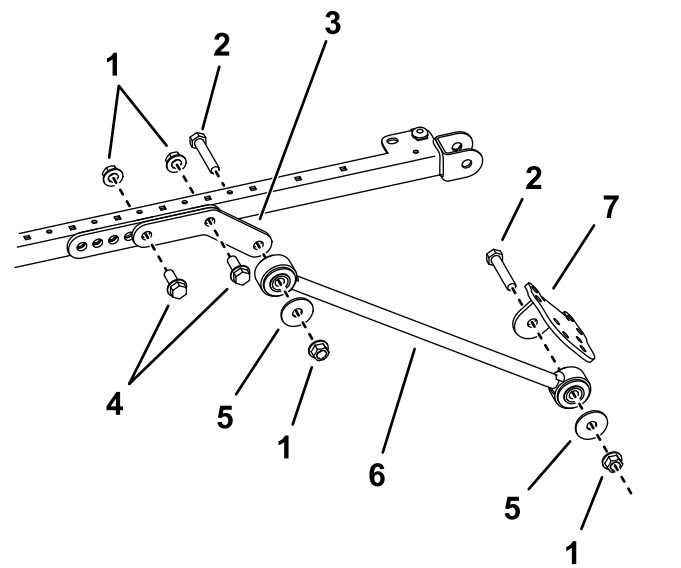

Bild 40
- Befestigen Sie an jeder Seite des Sonnendachrahmens einen Verlängerungslenker mit zwei Schrauben (1/2" x 1 1/2") und zwei Bundmutter (1/2") lose in den hinteren und mittleren Löchern der Befestigungshalterung, wie in Bild 40 abgebildet.
Bundmutter (1/2") an der Außenseite jedes Verlängerungslenkers, wie in Bild 40 abgebildet.
- Befestigen Sie eine Strebenhalterung mit einer Schraube (1/2" x 2 1/2"), einer Scheibe (1/2") und einer Bundmutter (1/2") an jeder Strebe, wie in Bild 40 abgebildet.